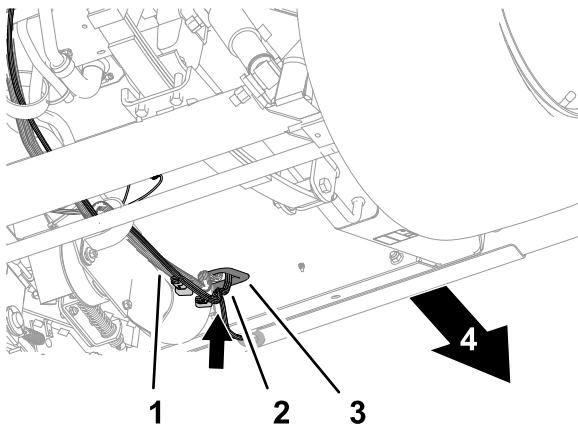

Bild 18
1. Verlegen Sie den 108-cm-Zweig des Kitkabelbaums entlang des vorderen Kabelbaums der Maschine und durch die Scheibe in der Bodenplatte (Bild 18).